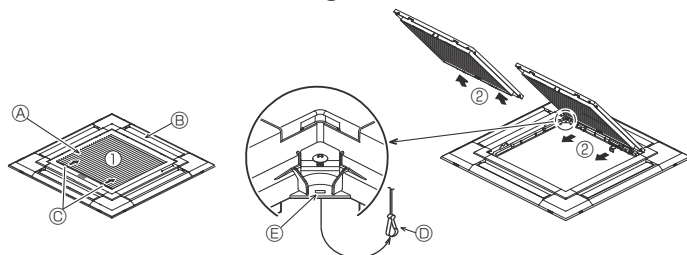
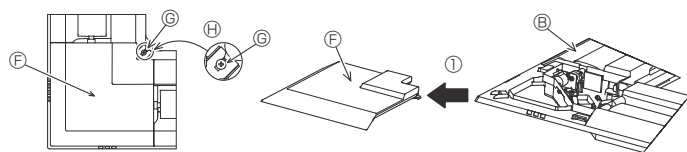

Fig. 9-3
Fig. 9-4
9.2.1. Rimozione della griglia di ingresso (Fig. 9-3)
- Far scorrere le leve nella direzione indicata dalla freccia ① per aprire la griglia di ingresso stessa.
- Con la griglia di ingresso in posizione "aperta", rimuovere la cerniera della griglia stessa, come indicato dalla freccia ②.
9.2.2. Rimozione del pannello angolare (Fig. 9-4)
- Allentare le 4 viti nell'angolo. Far scorrere il pannello angolare nella direzione della freccia ① in figura e rimuovere il pannello.
[Fig. 9-3] [Fig. 9-4]